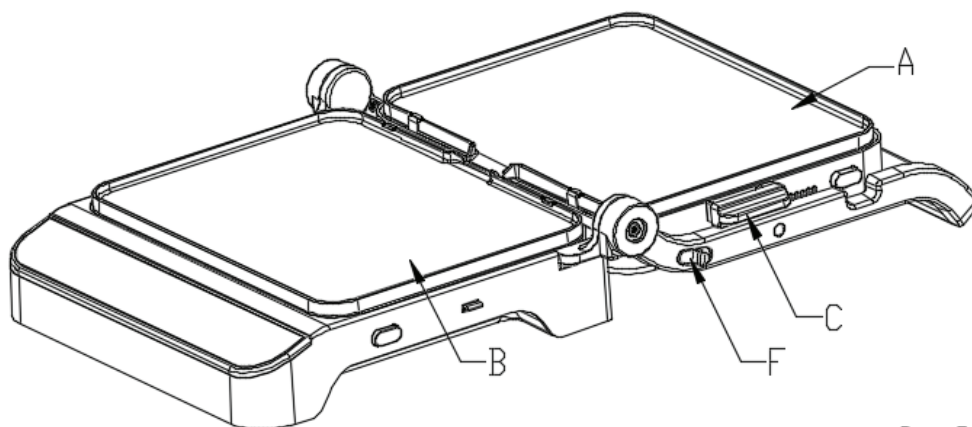

Рис. 5
3. Полностью раскрытое состояние гриля (барбекю-площадка) — состояние при котором верхняя часть «А» распахивается полностью, используя в качестве упора ручку для переноски 13 (рис. 1), при этом верхняя пластина образует с нижней угол 180° , как показано на рис. 5. Такое состояние также используется для приготовления продуктов открытым способом.
- затем потяните к центру прибора ключ разблокировки «F» (рис. 5), находящийся на правой стороне рамки ручки для переноски гриля и придерживая саму ручку, аккуратно опустите её на поверхность опоры. В результате верхняя пластина образует с нижней угол 180°, как показано на рис. 5;